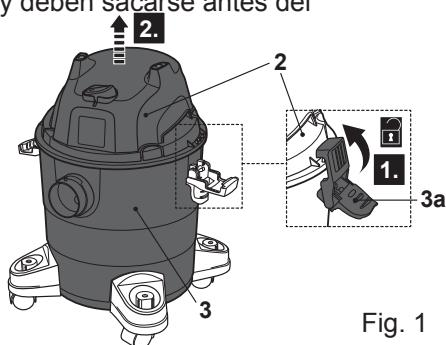

Fig. 1
- > Suelte las abrazaderas (3a) y desmonte la unidad del motor (2) y el depósito (3) (Fig. 1).